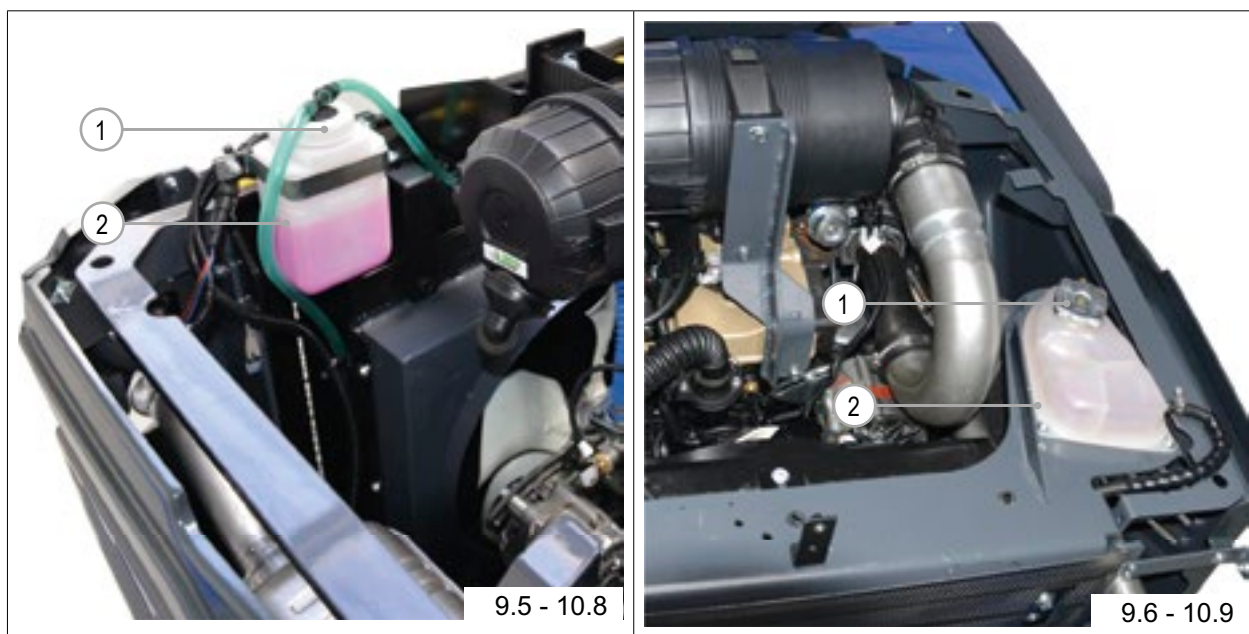

РИС. 57
- 4) Уровень охлаждающей жидкости холодного двигателя в расширительном бачке (РИС. 57 – Сс. 1) должен находиться между двумя отметками (рис. 57 – Сс. 2 и Сс. 3).